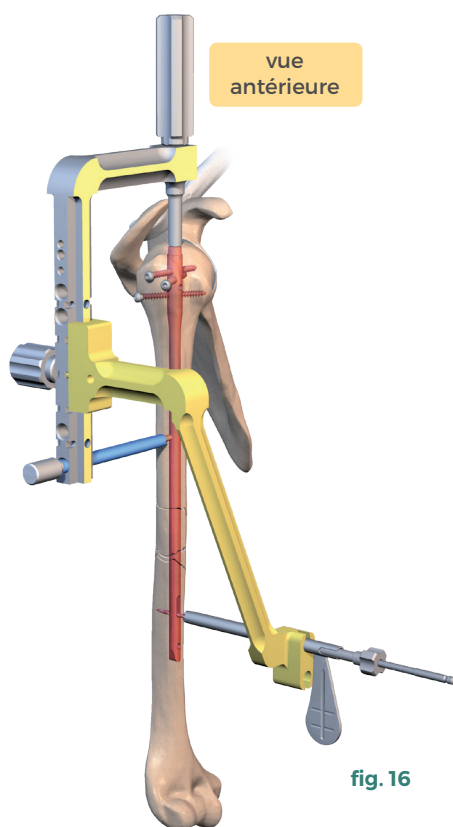

fig. 16
- Méchage bi-cortical avec le foret de diamètre 3,1 mm (**réf. 270 821**) (**fig.16**) et lecture directe sur la mèche de la longueur de vis.